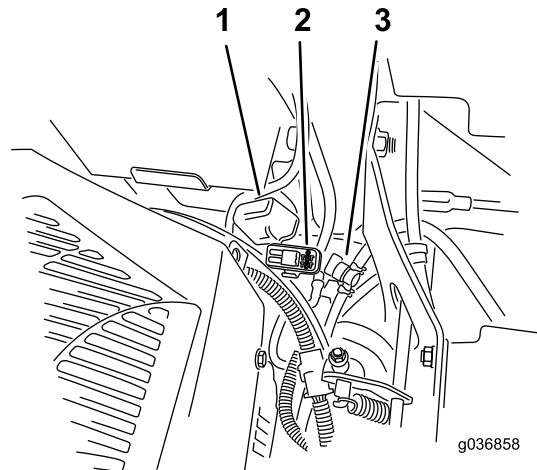

Bild 53
Hinweis: Achten Sie bei Maschinen des Typs MyRide darauf, dass das Erdungskabel nicht am Längslenker oder an der unteren Stoßdämpferbrücke scheuert (**Bild 53**).
Die Sicherungen befinden Sie rechts am Armaturenbrett neben dem Sitz (**Bild 53**).
2. Setzen Sie eine neue Sicherung ein (**Bild 53**).